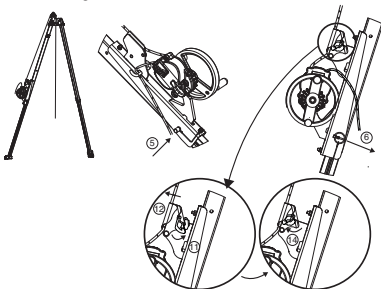

Abb. 9
WICHTIG: Auf die Einbauichtung achten: die Kernmantelseilklemme muss zur Oberseite des Dreibaums TRACPODE™ weisen (Abb.9).
5. Den Befestigungsbolzen des Adapters für Gerät DEROPE™ UP R anbringen. Der Befestigungsbolzen hat zwei Funktionen: Verriegelung der Stütze des Dreibaums TRACPODE™ und Befestigung des Adapters für Gerät DEROPE™ UP R an der Stütze (Abb.9, 5).
6. Den Befestigungsbolzen mit dem Sicherungsstift verriegeln (Abb.9, 6).
11. Die Schotklemme des Adapters öffnen (Abb.9, 11).
12. Das aus dem DEROPE™-Gerät austretende Kernmantelseil in die Schotklemme des Adapters einführen (Abb.9, 12).
14. Die Schotklemme schließen (Abb.9, 14).